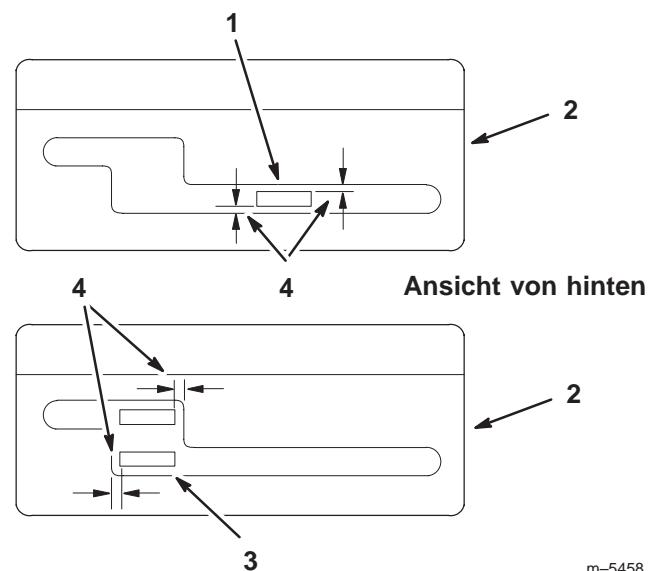

Bild 5
- Legen Sie den 2. Gang ein und kontrollieren Sie die Flucht des Hebels im Schlitz der Schalttafel. Der Abstand zwischen Ober- und Unterseite des Schalthebels muss gleich sein (Bild 5).
- Schalten Sie auf Neutral und kontrollieren die Flucht des Hebels im Schlitz der Schalttafel. Der Abstand an den Seiten des Schalthebels muss gleich sein (Bild 5).